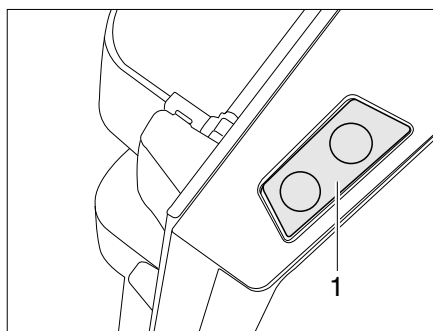

Fig. 338 Botón de desbloqueo de la puerta del frigorífico (Dometic de la serie 8)
- Abrir:** ■ Pulsar el botón de desbloqueo (Fig. 338,1) y abrir la puerta del frigorífico.